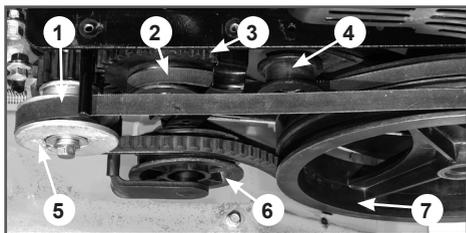

Рис. 37. Обслуживание ремней привода
2. Снимите ремень 1 переднего хода со шкивов 5 вала двигателя и шкива 7 редуктора (Рис. 37). При необходимости, открутите гайку и болт снимите задний ограничитель ремней.